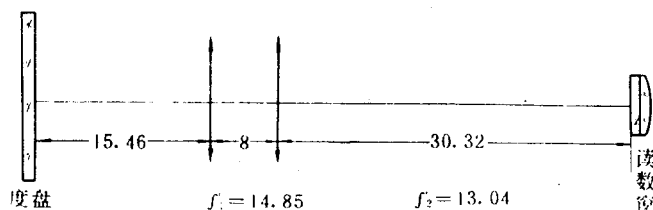

图 1-4
10. 已知: 某光学经纬仪读数光学系统的一部分如图 1-4 所示(单位毫米); 度盘分划直径为 74mm, 最小分划值为 1° ; 读数窗中带尺的全长为 1.4mm。问: 在读数窗的成像平面上是否有行差和视差? 应如何调整?